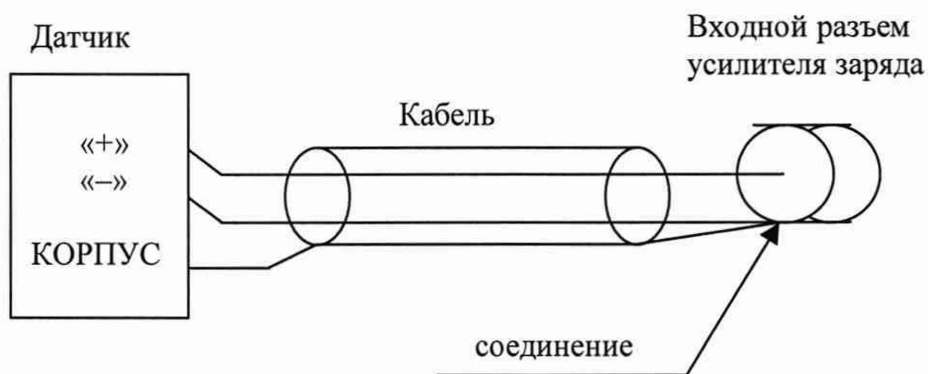

Рис. 13.2
3) Подключение подобного пьезодатчика к усилителю заряда рекомендуется производить следующим образом (см. рис. 13.2):